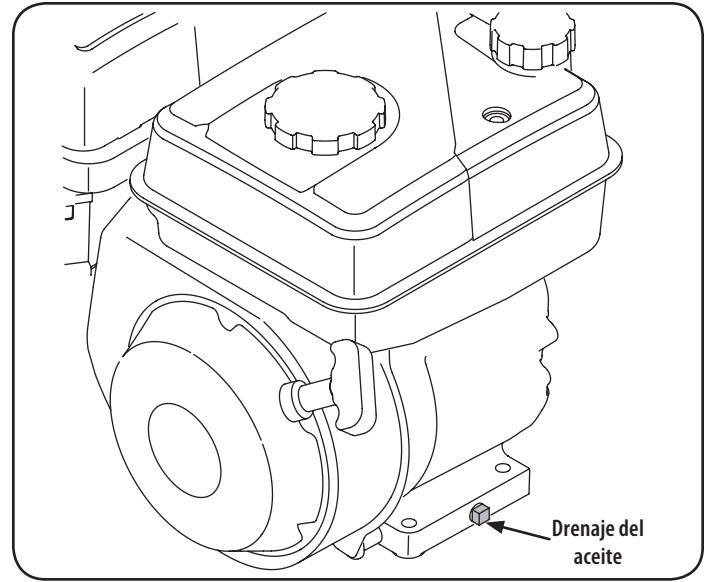

Figura 26
3. Extraiga la tapa de extremo de drenaje de aceite que se encuentra en la base del motor, y drene el aceite en un recipiente adecuado. Vea la Figura 26.